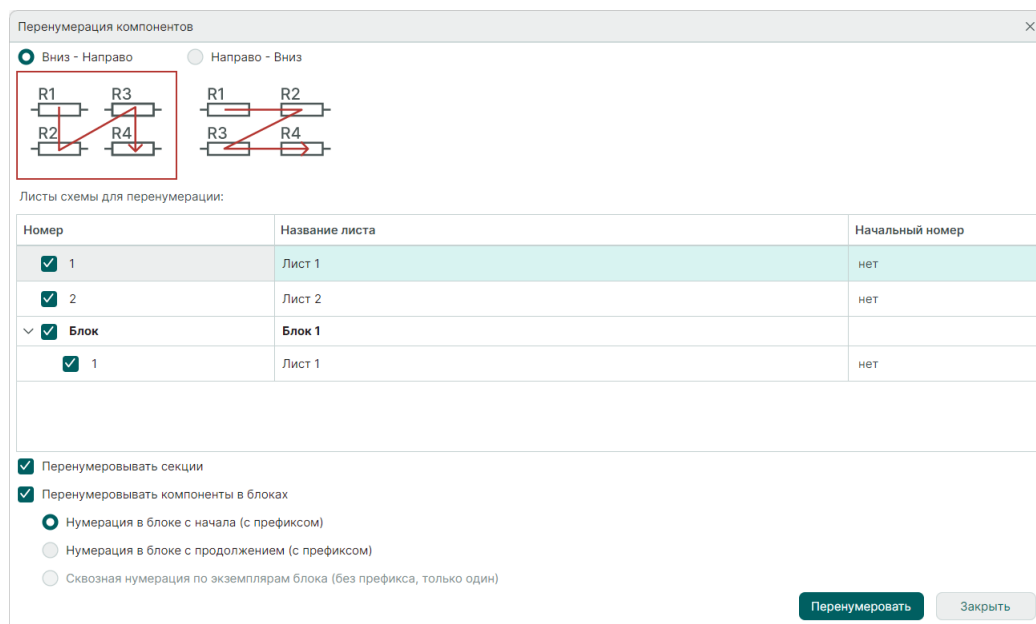

Рис. 219 Окно «Перенумерация компонентов»
- Выберите направление нумерации. Порядок перенумерации соответствует направлению стрелок: «Вниз-направо» или «Направо-вниз» относительно оси Y, см. Рис. 219.